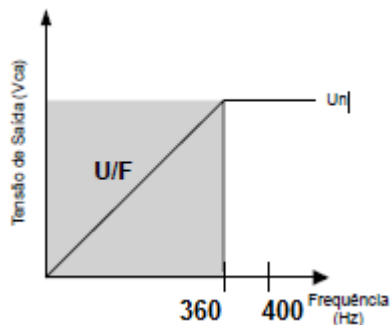

Figura 4.1: Ponto de atuação da proteção U/F
O trimpot **U/F** determina o ponto de atuação do modo U/F, que pode ser desde a frequência nominal (Fn) até 1/3 de Fn, cujo valor sai ajustado de fábrica 10% abaixo da Fn. Para operação em 400Hz é ajustado para 360Hz (ver Figura 4.1), cujo valor pode ser alterado de acordo com a necessidade de cada aplicação.
1. Não deixar a proteção U/F abaixo de 20% da frequência nominal. A configuração deve ser feita conforme Figura 4.1 para evitar problemas no desligamento.